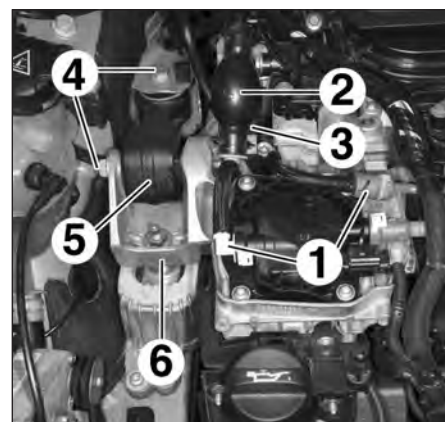

FIG.6
- Débrancher les canalisations (1) du circuit basse pression de carburant (Fig.6).